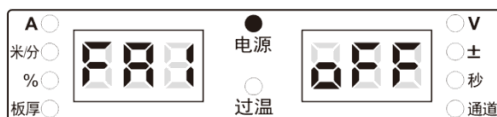

图 4-2 FA1 显示界面
1. 进入内部菜单，调节焊接电源面板旋钮至 FA1，如图 4-2 所示。